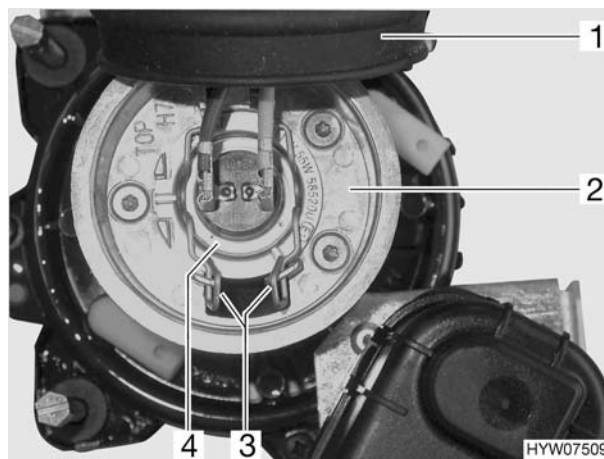

Fig. 195 Faro anabbagliante
- Togliere il copripolvere di gomma (Fig. 195,1) dall'involucro (Fig. 195,2).
- Stringere le staffe di metallo (Fig. 195,3) ed estrarle dai supporti.
- Estrarre dall'involucro la lampada ad incandescenza (Fig. 195,4) con il cavo.